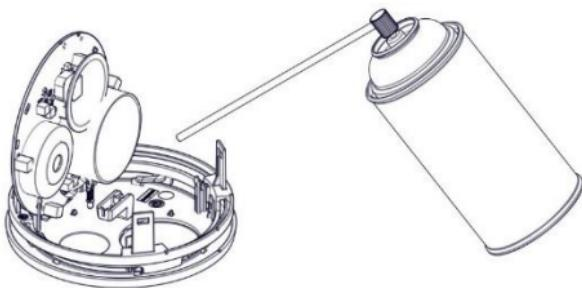

Figura 16
5. Utilizzare una bomboletta d'aria compressa per pulire detriti, polvere e sporco che si accumulano principalmente attorno alla camera di rilevazione del fumo (*vedere Figura 16*).